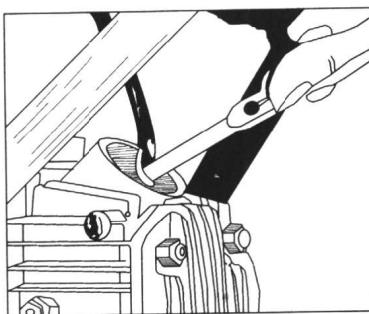

图 1-11 气门间隙的调整
(4) 如气门间隙不准确，可先松开锁止螺母，然后根据需要拧动其调整螺钉，重新校正，如图1-11所示。